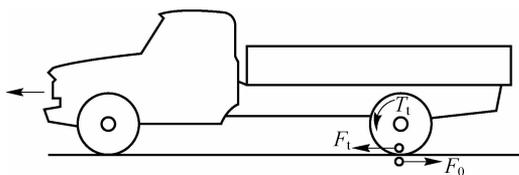

图 1-6 汽车行驶驱动力产生的原理图
(1) 驱动力。汽车必须有足够的驱动力。发动机发出的转矩经过汽车传动系统施加给驱动车轮的转矩为 T_t ,力图使车轮旋转。在 T_t 的作用下,驱动车轮与路面接触区域对路面施加作用力 F_0 ,路面对车轮施加一个数值相等、方向相反的反作用力 F_t , F_t 就是汽车行驶的驱动力。汽车行驶驱动力产生的原理图如图1-6所示。